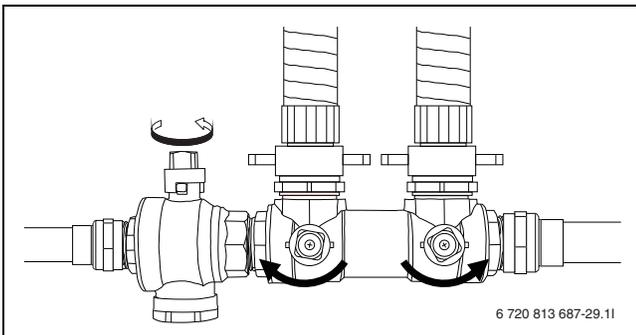

Рис. 14 Заполняющие устройства в положении заполнения
- ▶ Установите краны на заполняющем устройстве в положение для заполнения (→ рис. 14).